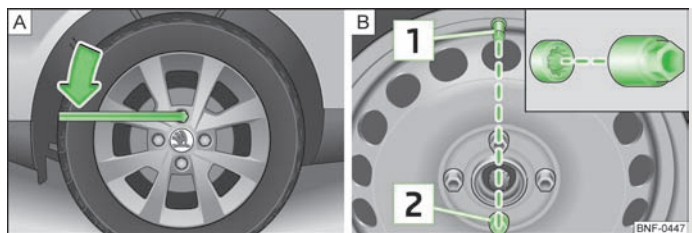

Fig. 108 Substituição da roda: Soltar os parafusos das rodas / local de montagem do parafuso anti-roubo da roda
- Com a ponta da chave, rode o parafuso aprox. **uma** volta para a esquerda » Fig. 108 - **A**.
Numa roda com tampão integral, o **parafuso anti-roubo** tem de estar aparafusado na posição **2** » Fig. 108 - **B** no lado oposto ao da válvula **1**. De contrário, não é possível montar o tampão integral da roda.